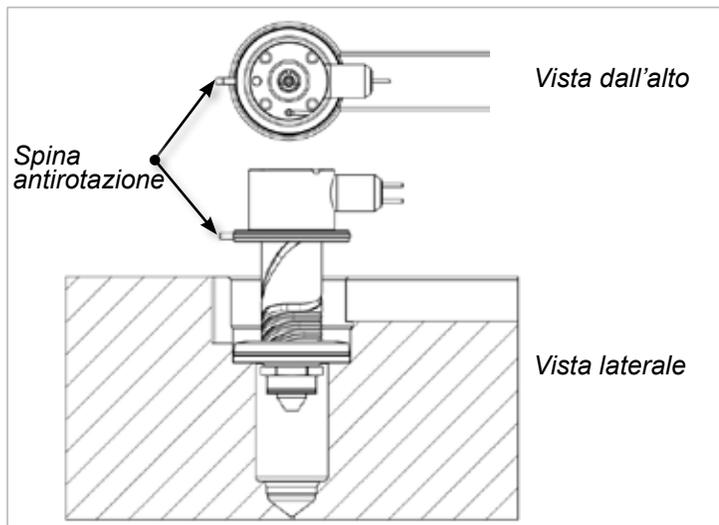

Figura 5-10 Installazione dell'ugello
4. Installare l'ugello. Accertarsi che la spina antirotazione si trovi nell'apposita scanalatura nella piastra del collettore. Vedere la Figura 5-10.